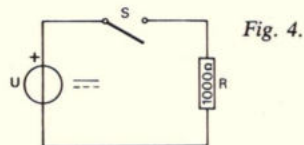

Fig. 5.
1. Voor de transistor in fig. 5 geldt: